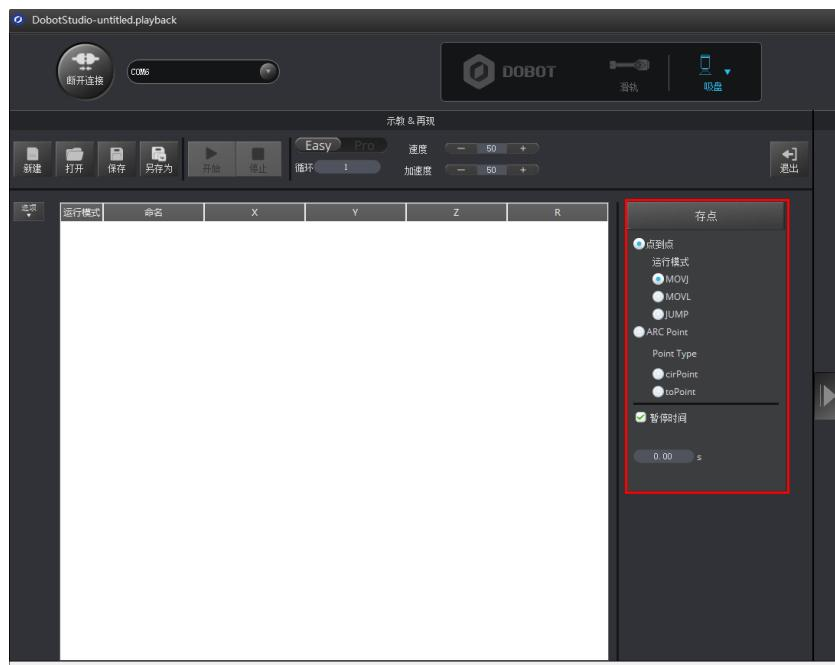

图 5.17 设置存点、运行模式和暂停时间
- Easy 和 Pro 模式下可以对示教点进行存点，设置回放的运动模式，并设置每条存点运行后的暂停时间。如图 5.17 所示。